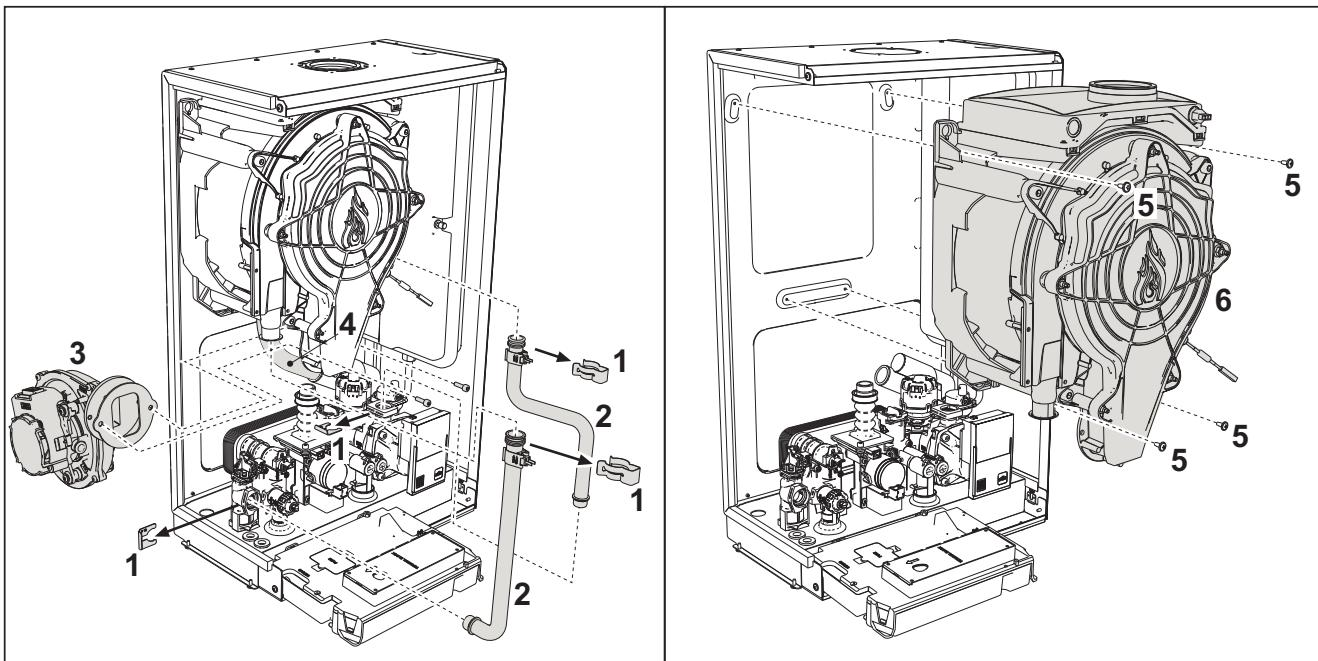

fig. 40- Schimbătorul principal
- Scoateți cele 2 șuruburi **de sus “5”** care fixează schimbătorul de căldură de șasiu (fig. 40)
- Slăbiți cele 2 șuruburi **de jos “5”** care fixează schimbătorul de căldură de șasiu (fig. 40)